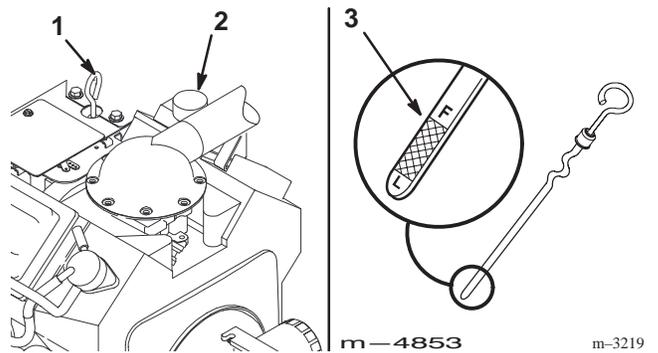

Figure 58
2. Nettoyez la surface autour de la jauge d'huile (Fig. 58) pour éviter que des impuretés s'introduisent dans le goulot de remplissage, ce qui risquerait d'endommager le moteur.
3. Sortez la jauge d'huile et essuyez soigneusement l'extrémité métallique (Fig. 58).
4. Enfoncez la jauge complètement dans le goulot de remplissage (Fig. 58). Sortez de nouveau la jauge et examinez l'extrémité métallique. Si le niveau est bas, versez lentement une quantité suffisante d'huile dans le goulot de remplissage pour amener le niveau au repère de plein ("FULL").
5. Versez lentement environ 80% de la quantité d'huile spécifiée à la page 35 dans le goulot de remplissage (Fig. 58). Vérifiez le niveau d'huile (voir Contrôle du niveau d'huile, page 35). Faites l'appoint d'huile pour amener le niveau au repère du plein ("FULL") sur la jauge.